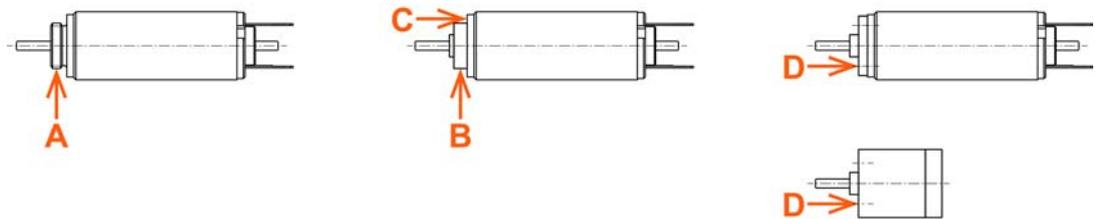

Abbildung 2 Befestigungsarten
- Befestigung des Motors: Wir empfehlen die Befestigung mittels Zentralgewinde oder am Zentrierbund (→Abbildung 2).
Eine Befestigung an der Peripherie (am Aussendurchmesser) ist grundsätzlich möglich. **Um irreversible Beschädigungen zu vermeiden empfehlen wir Ihnen aber eine der nachfolgenden Befestigungsarten** (→Abbildung 2):